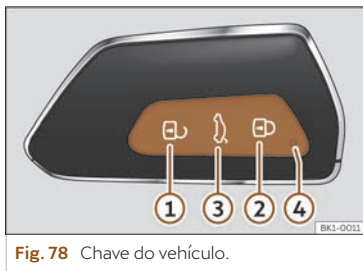

Fig. 78 Chave do vehículo.
Cando se preme lixeiramente un botón na chave do vehículo, o indicador de control escintila ④ >>> fig. 78 unha vez brevemente, pero se o preme durante máis tempo, escintilará varias veces, por exemplo, na apertura de confort.